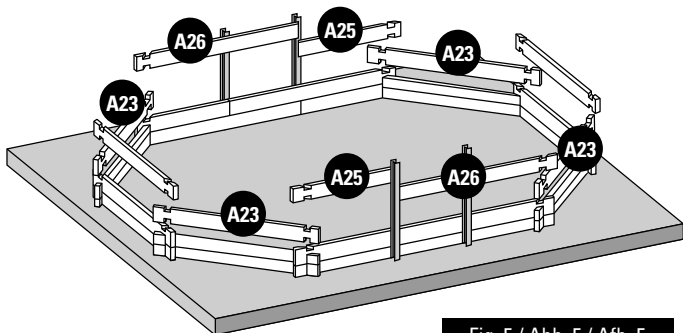

Fig. 5 / Abb. 5 / Afb. 5
- EN 3rd LAYER OF BOARDS:** Install the third layer of boards as shown in figure 5. The position of the refilling fitting with the key and the skimmer should be defined at the start of the assembly (read the specific paragraphs).
- FR 3^{ÈME} RANGÉE MADRIERS :** Positionnez les madriers de la 6ème rangée conformément à la figure 5. Vous devez avoir déterminé l'emplacement de la buse de refoulement et du skimmer dès le début du montage (voir paragraphes spécifiques).
- DE 3. BRETTERRIHE:** Platzieren Sie die Bretter der dritten Reihe laut Abb. 5. Zu Beginn der Montage müssen Sie die Lage des Druckventils und des Skimmers festlegen (lesen Sie hierzu die entsprechenden Abschnitte).
- NL 3ª RIJ PLANKEN:** Plaats de planken van de derde rij zoals te zien is op afbeelding 5. U moet al bij aanvang van de montage bepalen op welke plaats het uitstroommondstuk en de skimmer moet komen (less de betreffende paragrafen).